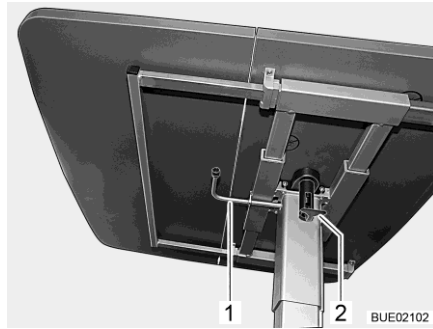

Fig. 133 Mesa elevadora
- Plegar hacia abajo la palanca de bloqueo (Fig. 133,2).
- Girar la palanca (Fig. 133,1) debajo del tablero de la mesa 180° en sentido de las agujas del reloj. El mecanismo de elevación en la pata de mesa se desbloquea.
- Girar la palanca (Fig. 133,1) debajo del tablero de la mesa 180° en sentido de las agujas del reloj. El tablero de la mesa se desplaza automáticamente hacia arriba hasta el tope final.